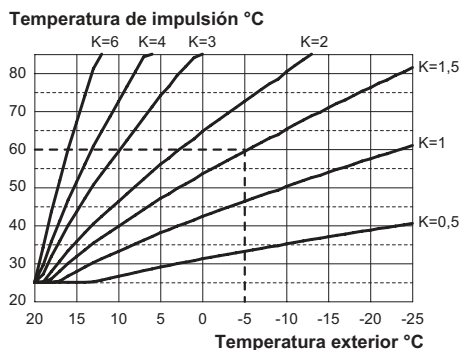

Figura 5.42
Si la caldera **TIENE CONECTADO** el control remoto (opcional), consulte la Figura 5.42.
Cuando se instala la sonda externa, es necesario ajustar este parámetro en función del rendimiento de la instalación de calefacción para optimizar la temperatura de impulsión (Figura 5.42).
con una temperatura exterior de -5 °C, se debe definir un K de 1,5 (línea discontinua en la Figura 5.42).
- Utilizando los botones 16 o 17 se puede modificar el valor del parámetro 15 desde un mínimo de 01 hasta un máximo de 60 de acuerdo con la curva seleccionada para el coeficiente K en la Figura 5.42 (el valor que aparece en el display equivale a valores decimales de coeficientes K).